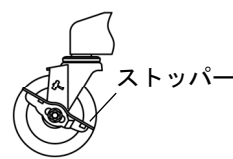

Fig. 4
- 作業中および移動を完了した機器は、必ずキャスターブレーキをロックさせて動かないようにしてください（Fig. 4）。